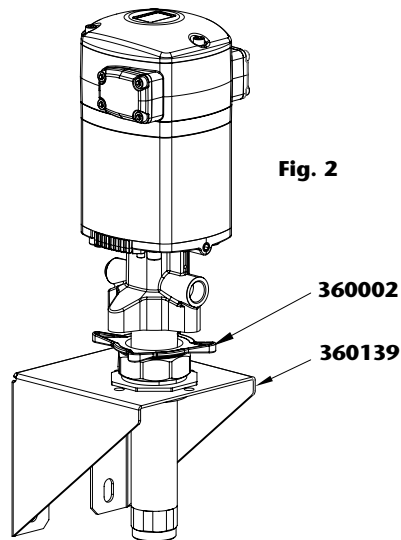

Fig. 2
- Montaje mural con adaptador deslizante. Inserte la bomba por el soporte 360139 y fíjela con el adaptador 360002 (fig. 2).